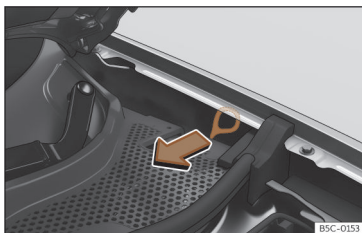

Fig. 59 Entre la aleta izquierda y la bisagra del capó del motor: Tirador para el desbloqueo manual de emergencia del conector de carga.
>>> **fig. 59.**
- Tire del tirador >>> **fig. 59.**